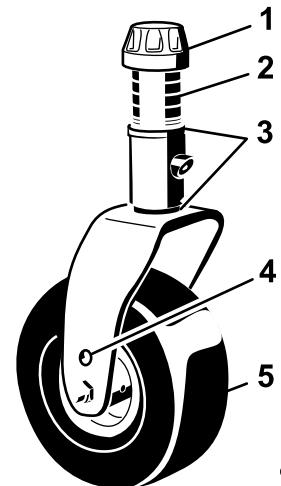

Figure 20
- Placez les essieux des roues pivotantes dans les mêmes trous sur toutes les fourches (Figure 20 et Figure 22).
- Enlevez le chapeau de tension de l'axe de pivot et sortez l'axe du bras de la roue pivotante (Figure 20).